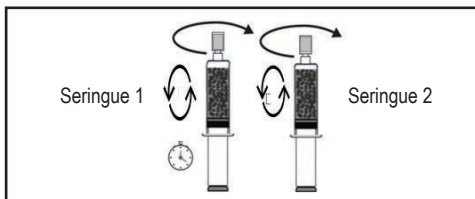

Figure 12.
- 2.8 Mélanger en retournant/agitant doucement la seringue de chargement toutes les 5 minutes (figure 12). Ne pas secouer trop fort, cela risque d'entraîner la formation de mousse.